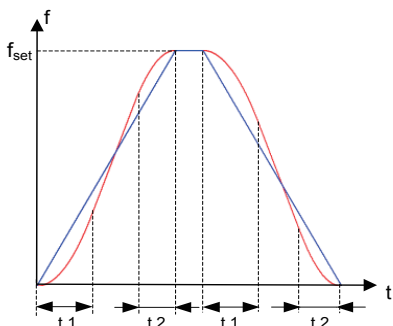

图 5-22 S 曲线加减速 A 示意图
- 1: S 曲线加减速 A——输出频率按照 S 曲线递增或递减，一般用于对启停过程要求比较平缓的场所，如电梯、传送带等。如图 5-22 所示。加减速时间与直线加减速一致。功能码 F4-08 和 F4-09 分别定义了 S 曲线加减速 A 起始段和结束段的时间比例。